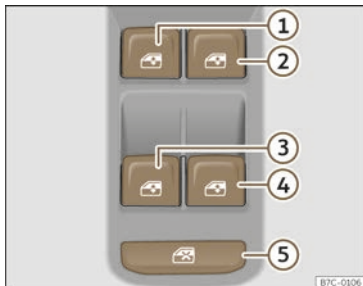

Abb. 89 Ausschnitt der Fahrertür: Schalter für die Fenster.
Mit dem Sicherheitsschalter >>> (Abb. 89) ⑤ in der Fahrertür können die Fensterheber-Tasten in den hinteren Türen außer Funktion gesetzt werden.